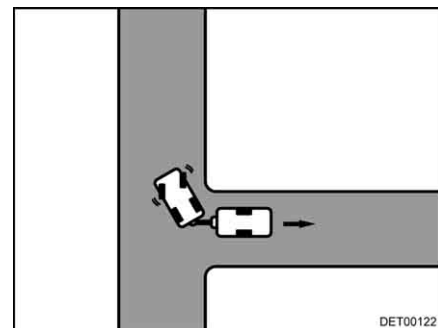

Fig. 19 Girar el volante hacia la derecha
- Girar el volante hacia la derecha y desplazarse hacia atrás con precaución (Fig. 19).